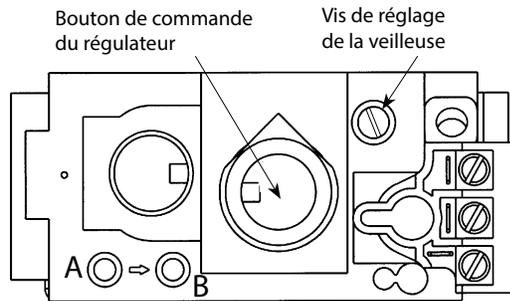

Figure 7.2. Points de test de pression de la soupape et réglage de la veilleuse.
**Test de pression :** Fixez un manomètre au point de test approprié sur la soupape. Voir la figure 7.2. Les raccords des manomètres sont situés sur l'avant de la soupape. Les raccords sont identifiés par :